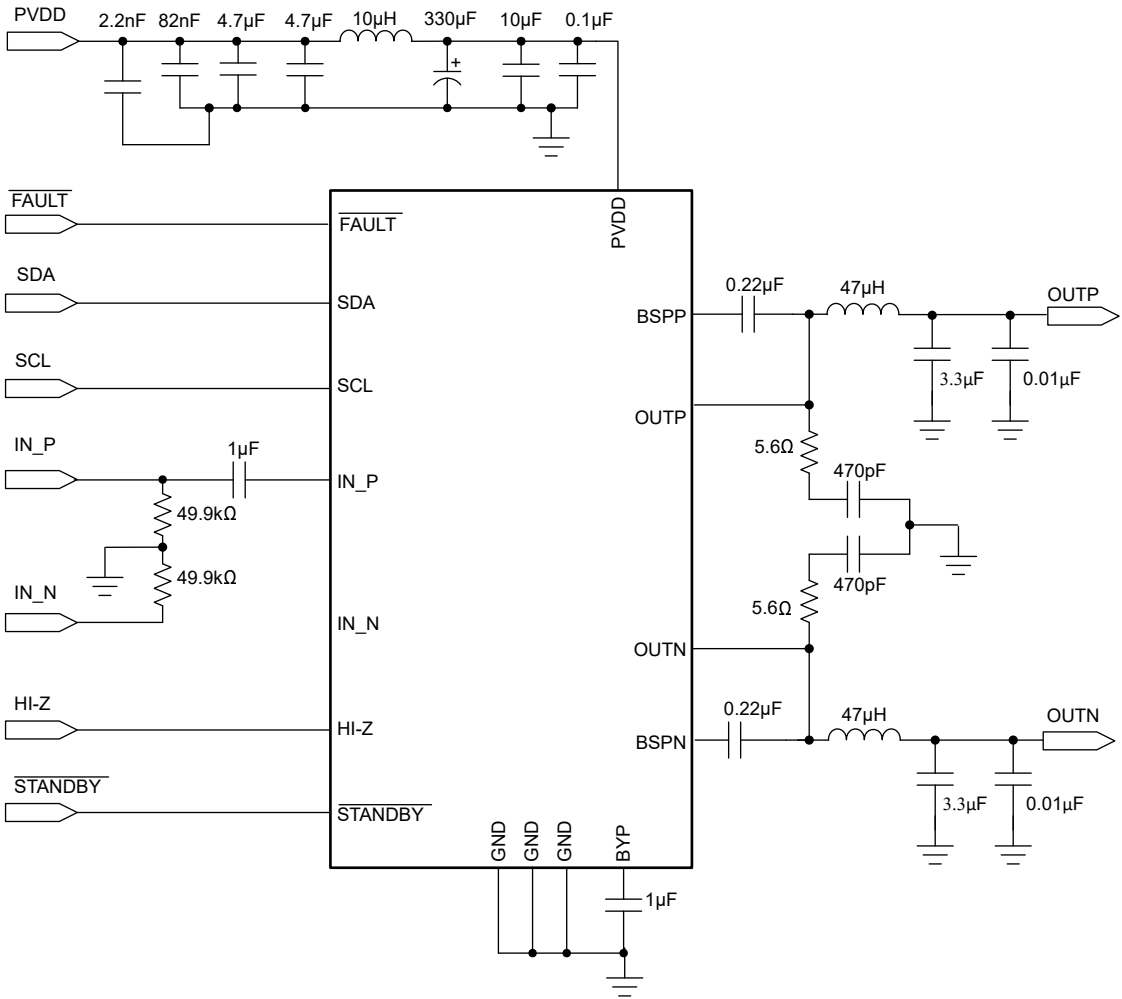

图 8-1. TSD5402-Q1 典型应用原理图
输出级使用双 NMOS 晶体管；因此，电路需要使用自举电容器才能正确导通每个输出的高侧。所需的电容器连接是从 BSTN 到 OUTN 以及从 BSTP 到 OUTP，如图 8-1 所示。
- 第 1 步：硬件原理图设计：以图 8-1 为指南，将硬件集成到系统原理图中。